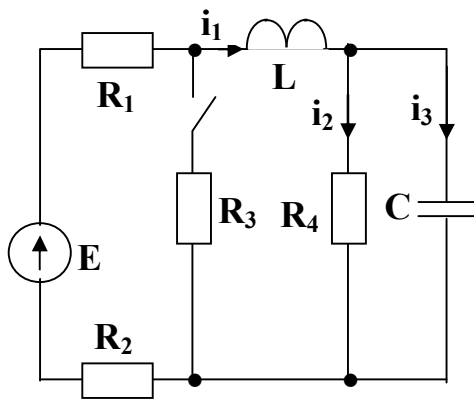

Рис. 4.11
2. С целью упрощения составления характеристического уравнения левую часть рис. 4.11 (E , R_1 , R_2 , R_3) рекомендуется в расчетном смысле заменить эквивалентным источником с некоторой ЭДС и некоторым внутренним сопротивлением.